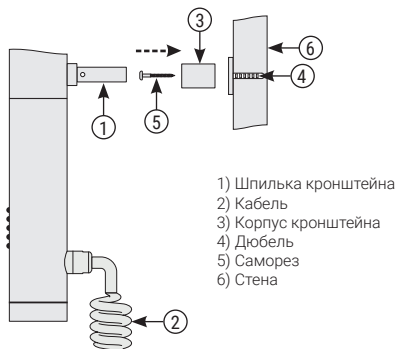

Рис. 1
4.1.4. Монтаж РЭБ к стене осуществляется телескопическими кронштейнами, что позволяет регулировать расстояние от стены до изделия (рис. 1).